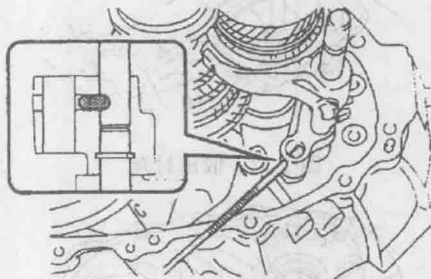

图 1-7 拆下互锁销
- 7) 用磁棒拆下互锁销, 拔出叉轴及叉子, 如图 1-7 所示。